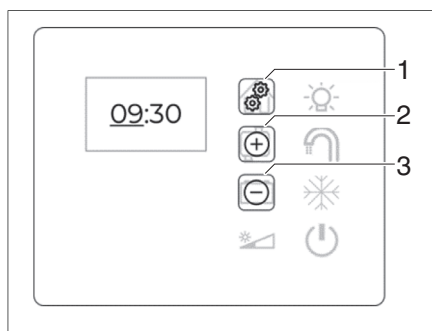

Figura 65 Ajustar la hora
- Mantener pulsada la tecla de inicio (Figura 65, 1).
- Con las teclas de control (Figura 65, 2) y (Figura 65, 3) se aumenta (+) o disminuye (-) la visualización de la hora en una unidad.
- Presionar la tecla de inicio (Figura 65, 1).
- Con las teclas de control (Figura 65, 2) y (Figura 65, 3) se aumenta (+) o disminuye (-) la visualización de los minutos en una unidad.